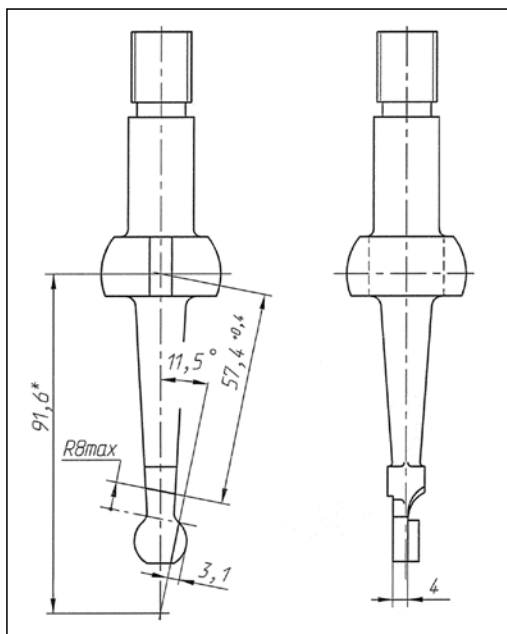

Рис. 20
4. Приобретите механизм переключения РК с каталожным номером 3163-00-1803010-00. При покупке убедитесь, что сам рычаг имеет конфигурацию согласно Рис. 20. Если до установки стоял однорычажный механизм старого образца, то возможно заменить рычаг переключения передач РК 3160-1803070 выпуска не ранее сентября 2009 г. со специальной проточкой на нижнем конце рычага.